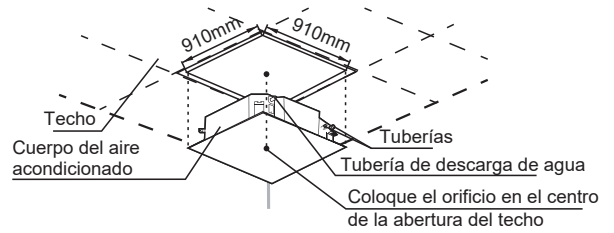

Figura 3.5
1. Perfore orificios cuadrados de 910x910mm en el techo según el diseño de la placa de instalación (accesorio 4). Véase Figura 3.5.